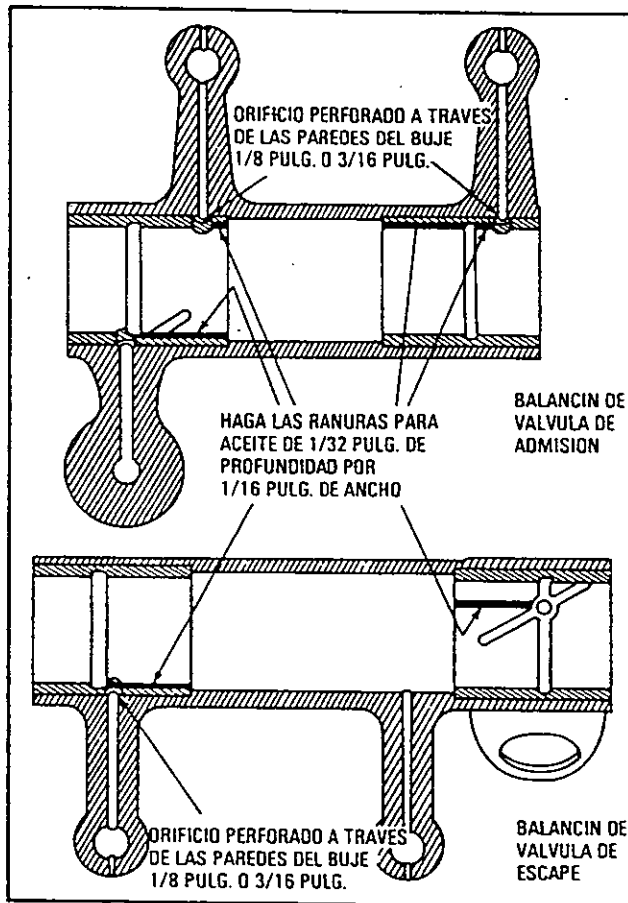

Figura 66. Barreno hecho después de instalar el buje.
- Solamente para balancines de válvulas de admisión y de escape haga ranuras para lubricación de $1/32$ pulg., de profundidad por $1/16$ pulg., de ancho en el diámetro interior del buje, desde los orificios del buje hasta el extremo interior de este (ver figura 66).